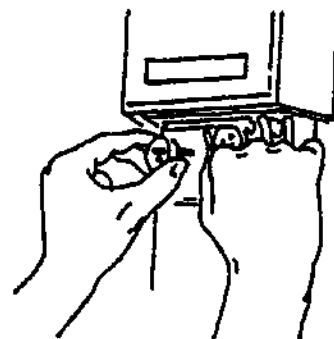

Рис. 5-6: Удерживая предохранительный зажим, выньте старую ленту.
2. Удерживая предохранительные зажимы, осторожно потяните для изъятия старой ленты (Рис. 5-6). Выбросьте старую ленту.